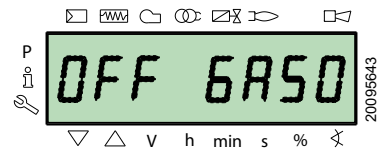

Abb. 41
- Heizölbetrieb "OFF GASO" (Abb. 41)